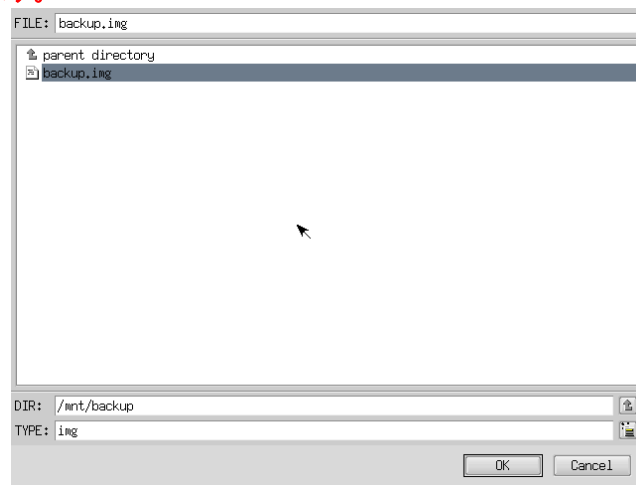

図 5-2-5. ファイル参照画面
- ⑧ ファイル参照画面（図 5-2-5）が表示されます。バックアップ USB は、/mnt にマウントされているので、/mnt 以下から目的のファイルを探してください。[OK]を押すとファイル選択画面にもどります。
- ⑨ ファイル参照画面（図 5-2-5）で指定したバックアップファイルが入力されていることを確認します。[次へ]ボタンを押します。